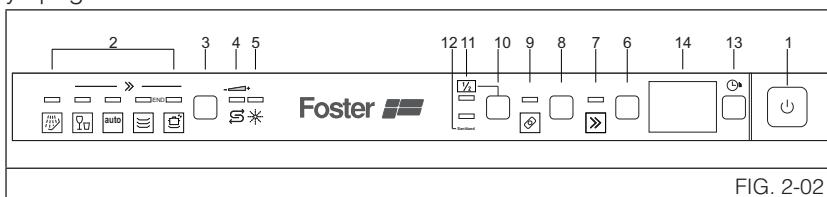

FIG. 2-02
El lavavajillas cuenta con un panel de mandos (véase la fig. 2-02) que permite llevar a cabo todas las operaciones de encendido, programación y apagado.
- (1) Las duraciones de los ciclos y el consumo de energía que se indican en el manual de uso y mantenimiento se calculan sobre las cargas ordinarias y una temperatura del agua en entrada de 120°F (49°C), pero cambiarán según las condiciones reales
Lleve a cabo el ciclo de remojo **únicamente** cuando la carga sea parcial. Para ejecutar los programas **6, 7, 8, 9 y 10** (véase la tabla 2-02b) es necesario pulsar, tras haber seleccionado el programa estándar deseado (véanse los programas 1, 2, 3, 4 y 5 en la tabla 2-02a), el **pulsador opción quick time** (ref. 6 fig. 2-02).
Pulsando el pulsador de encendido/apagado (ref. 1 fig. 2-02) el lavavajillas se enciende. Luego, espere a que uno de los **pilotos de programas se enciende** (ref. 2 fig. 2-02).
- Pulse varias veces el pulsador de **selección de programas** (ref. 3 fig. 2-02) hasta que el piloto correspondiente al programa deseado se encienda (ref. 2 fig. 2-02);
- Para anular el programa en ejecución es necesario, tras haber abierto la puerta, pulsar y mantener pulsado por algunos segundos el pulsador de **selección de programas** (ref. 3 fig. 2-02) hasta que los pilotos del cuarto y quinto programa se enciendan simultáneamente (ref. pr. 4 y pr. 5 fig. 2-03).
Antes de programar el retraso del programa, abra la puerta del lavavajillas y seleccione el programa de lavado deseado (véase el apdo. 2.2 “Configuración del programa de lavado, encendido y apagado”). La selección del retraso se realiza pulsando el pulsador de **Retraso del programa** (ref. 11 fig. 2-02); pulsando repetidas veces el pulsador, en el display se visualizará el retraso deseado para poner en marcha el aparato, a partir de **1 hora**.
El apagado del aparato se obtiene abriendo la puerta y pulsando el pulsador de encendido/apagado (ref. 1 fig. 2-02).